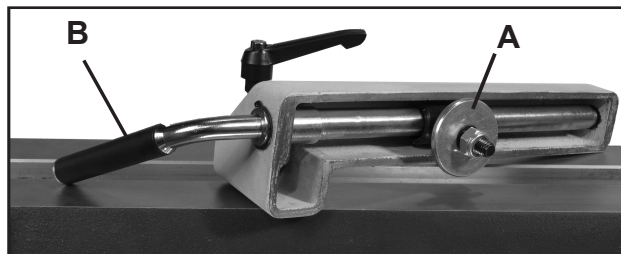

FIG. 12
Las manijas de bloqueo en el Cabezal móvil y la Base del Soporte de herramienta vienen preajustadas para proporcionar amplia presión contra la bancada para mantenerlas posicionadas, para que no se muevan durante el uso. Si se tiene que realizar ajustes, se puede virar las tuercas grandes hexagonal (#16C y 11D) que se encuentran debajo de la bancada y los montajes para cambiar la presión de sujeción. Esto se hace con una llave de 16mm (5/8") o una llave ajustable (no incluida). FIG. 12 muestra el soporte de herramienta sacada de la bancada para ver el mecanismo de bloqueo y la Tuerca hexagonal (A).
- Afloje la Manija de bloqueo (B) para que no haya presión de sujeción en el montaje del torno.